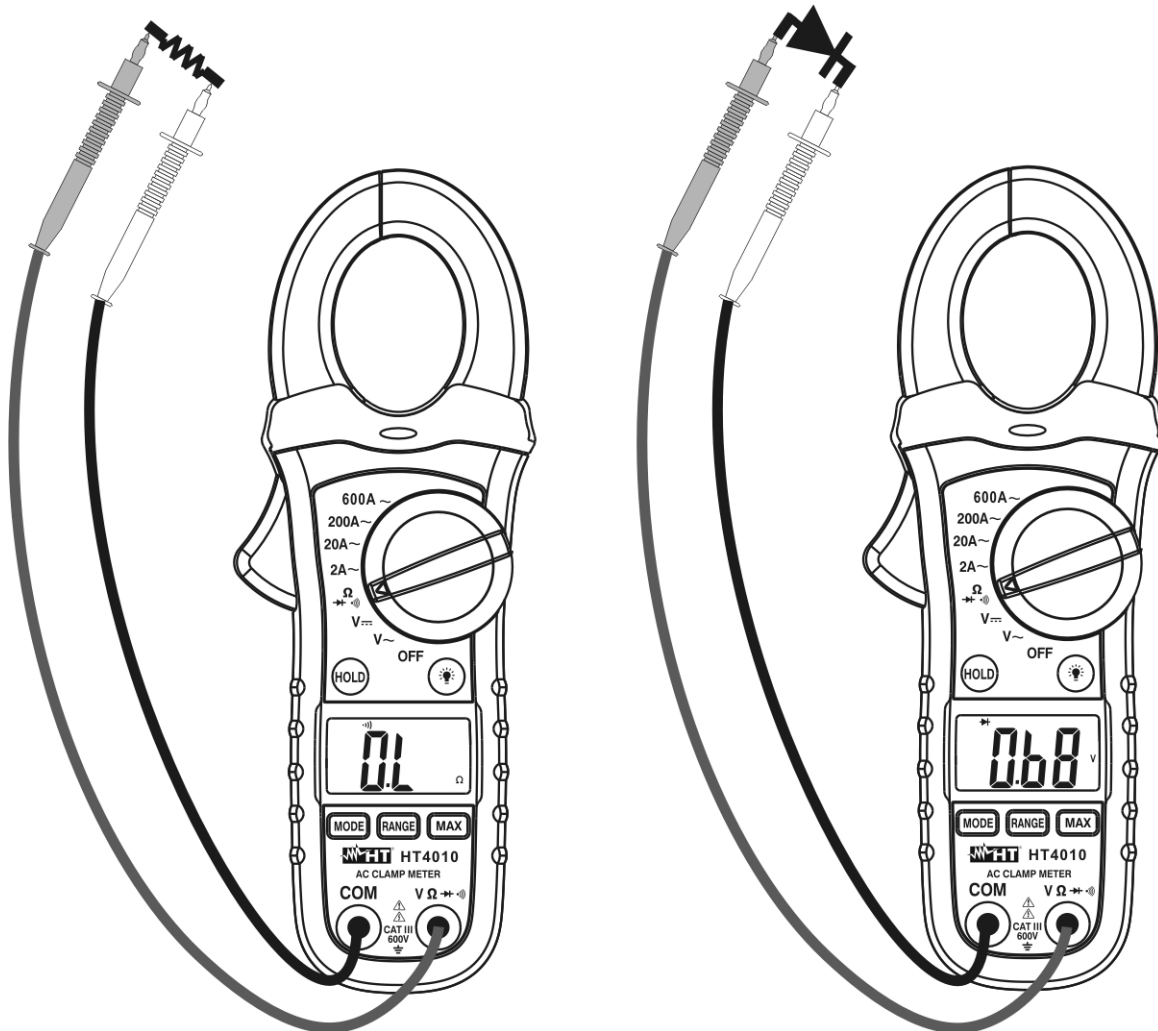

Fig. 6: Uso del instrumento en la Prueba de Continuidad y Prueba de Diodos
3. Conecte las dos puntas de prueba en los terminales de la pinza, la roja en el terminal **V $\Omega \rightarrow \text{diode symbol}$** y la negra en el terminal **COM** y efectuar el test de continuidad an el objeto en prueba (ver Fig. 6 - parte izquierda). El zumbador emite un señal acústica cuando el valor de la resistencia medida es inferior a 150Ω
5. Conecte la punta roja al ánodo del diodo y la punta negra al cátodo (ver Fig. 6 – parte derecha)